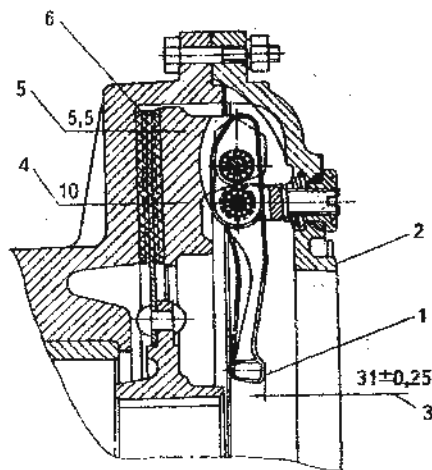

Рис. 162. Муфта сцепления ходовой части:
-регулирующими гайками установите отжимные рычаги 1 (рис. 162) в одной плоскости с отклонением не более 0,3 мм;